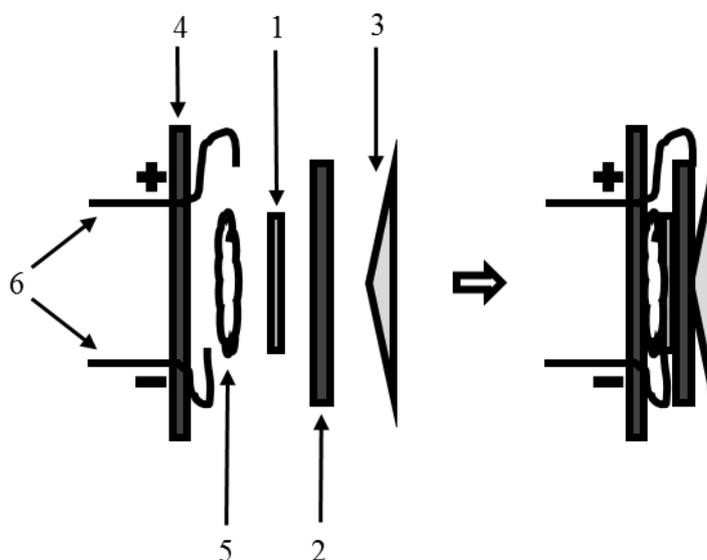

Рис. 5. Устройство пьезоэлектрического приемника/передатчика.
Ультразвуковые приемник и передатчик полностью одинаковы по конструкции, то есть каждый из датчиков может быть использован как в роли приемника, так и в роли передатчика. Датчик (см. Рис. 5) состоит из пьезоэлектрической пластинки (1), металлической пластины (2), приклеенного к металлической пластине резонатора (3), и основания (4), на котором крепится датчик с помощью эластичного клея (5). Контакты датчика (6) подведены к двум сторонам пьезоэлектрической пластинки: с одной стороны напрямую, а с другой – через металлическую пластину. Конструкция датчика довольно хрупкая, наиболее уязвимым местом датчика является место крепления резонатора к металлической пластине. При проведении измерений соблюдайте аккуратность, стараясь не оторвать резонатор от металлической пластины.